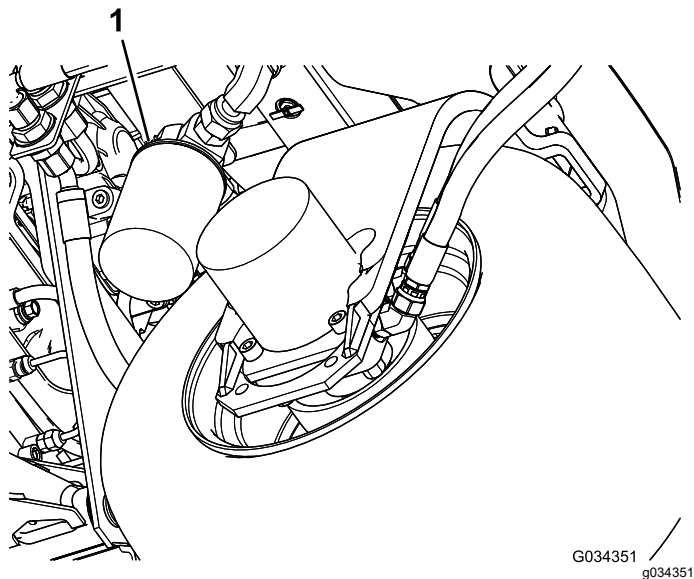

Рисунок 86
2. Очистите область вокруг места крепления фильтра. Поместите поддон под фильтр (Рисунок 86), а затем снимите фильтр.